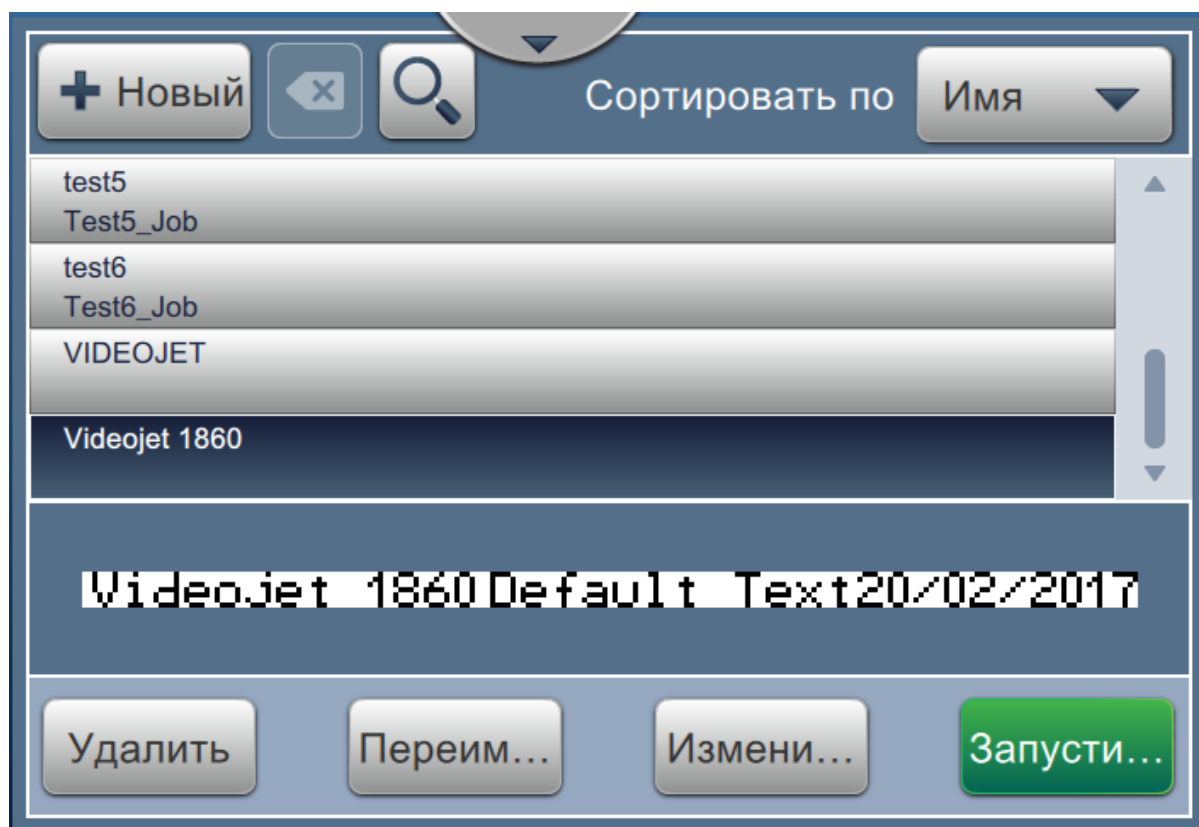

Рис. 5-22. Список заданий
32. Задание «Videojet 1860» буде добавлено в список заданий, как показано на Рис. 5-22.